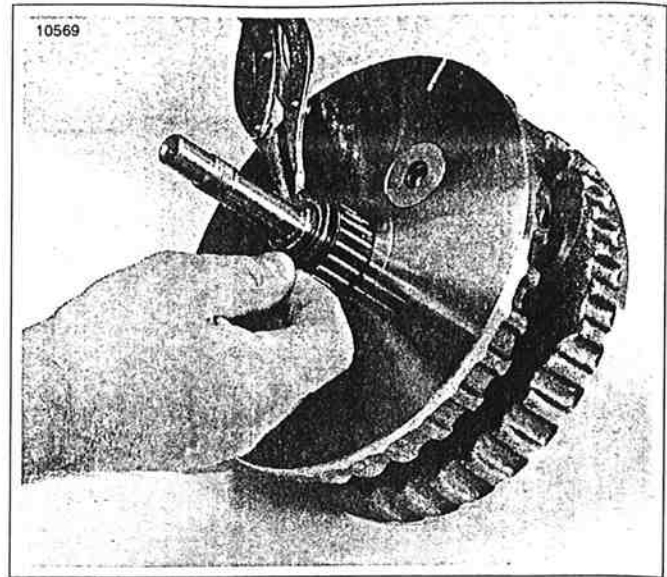
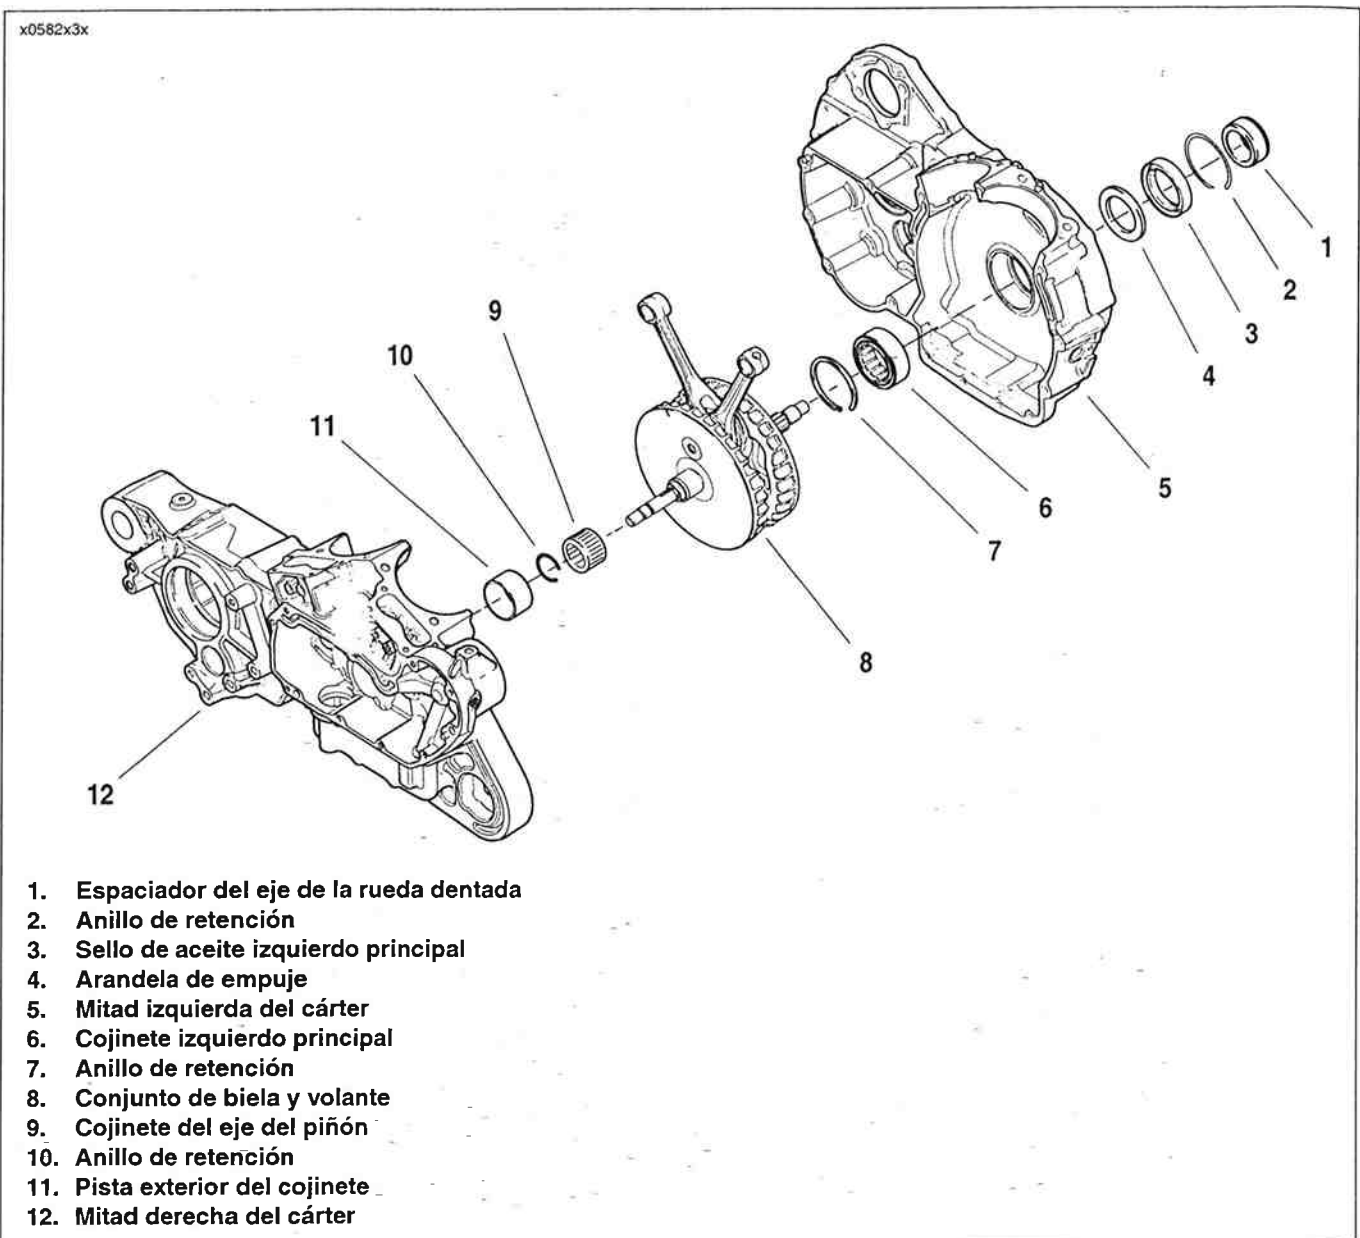
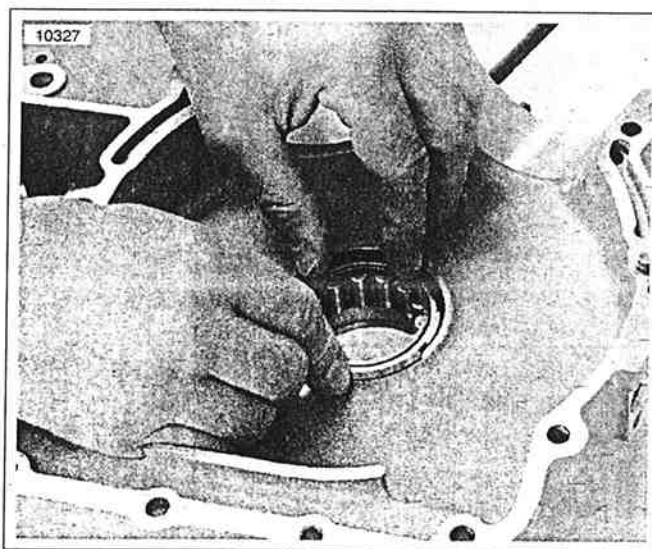

Figura 3-106. Instalación del cojinete del eje de piñón y anillo de retención
Figura 3-107. Conjunto del cárter y volante
Figura 3-109. Instalación del anillo de retención del cojinete izquierdo principal
1. Vea la Figura 3-106. Vea la Figura 3-107. Lubrique el eje de piñón y cojinete del eje de piñón con aceite para motor limpio Harley-Davidson 20W50.
3. Usando los ALICATES DE ANILLOS DE RETENCIÓN DEL EJE DE LA TRANSMISIÓN (pieza N° J-5586-A), instale un anillo de retención **nuevo** (10) en la ranura de la pista interior del cojinete del eje de piñón. Asegúrese que el anillo de retención quede totalmente asentado en la ranura.
- a. Coloque el tubo de soporte (1) en la plataforma de la prensa con el extremo con receso de la taza hacia arriba.
- b. Con el lado interior de la mitad izquierda del cárter (2) hacia arriba, coloque el diámetro interior del cojinete del cigüeñal (3) sobre el tubo de soporte.
- c. Coloque el cojinete izquierdo principal (4) sobre el diámetro interior del cojinete. Inserte el piloto/impulsor (5) a través del cojinete principal por el diámetro interior del cojinete del cigüeñal y dentro del tubo de soporte.
- d. Aplique presión con el ariete de la prensa (6) hasta que el cojinete izquierdo principal llegue a fondo en el diámetro interior del cojinete.
2. Vea la Figura 3-109. Vea la Figura 3-107. Instale un anillo de retención **nuevo** (7) desde el interior de la mitad izquierda del cárter.